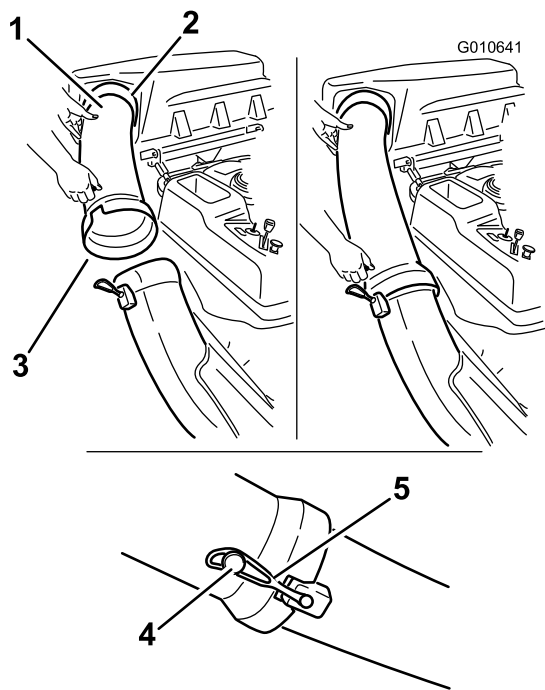

Figura 24
- 1. Deslize a extremidade curva do tubo de descarga para a abertura da parte superior do depósito de recolha de relva (Figura 24).
- Deslize a extremidade grande do tubo de descarga sobre a extremidade da calha. Mova a fita de retenção de borracha nos encaixes da calha para a cavilha no tubo de descarga para a prender (Figura 24).